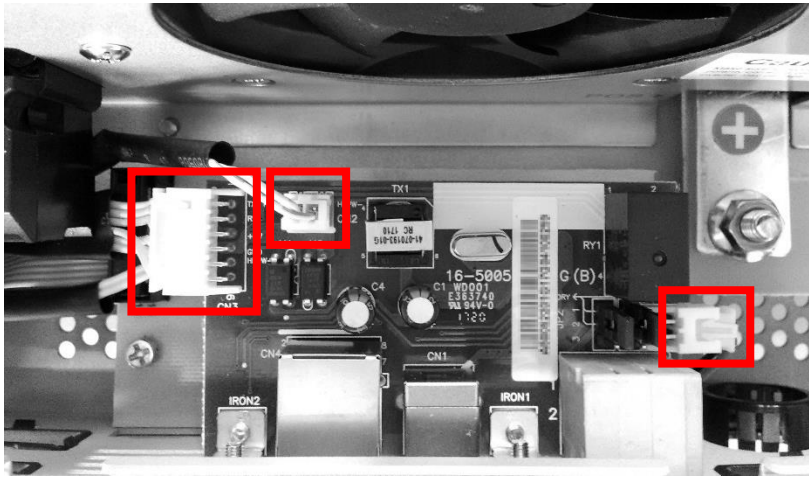

Figure 2 : Retirer les connecteurs de la carte de communication.
2. Desserrer les trois connecteurs de câble (un à 6 broches et deux à 2 broches) de la carte de communication comme indiqué sur la Fig. 2. Assurez-vous de les marquer au préalable pour un remontage correct par la suite. La carte de communication est pré-assemblée sur chaque onduleur Solarix PLI.